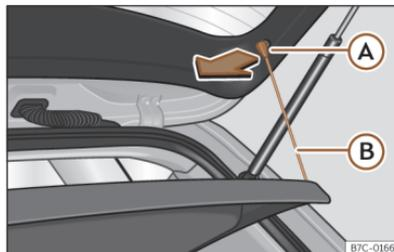

Abb. 171 Im Gepäckraum: Gepäckraumabdeckung aus- und einbauen.
- Hängen Sie die Haltebänder >>> (**Abb. 171**) **(B)** aus den Aufnahmen **(A)** aus.
- Hängen Sie die Haltebänder >>> (Abb. 171) **B** an der Heckklappe ein.